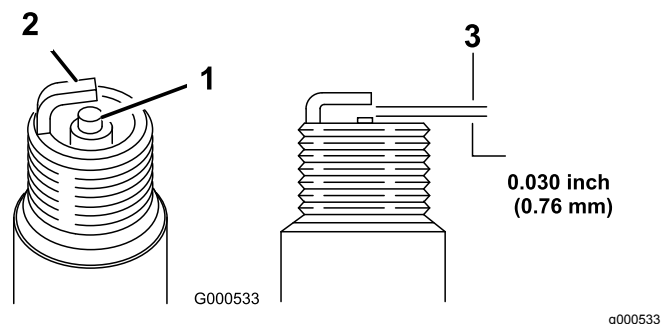

Figure 20
5. Réglez l'écartement des électrodes à 0,76 mm, comme montré à la Figure 20.